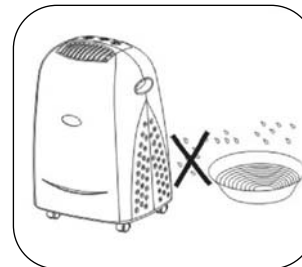

FIG.3
- NO LA USE EN AMBIENTES HÚMEDOS (FIG 3).